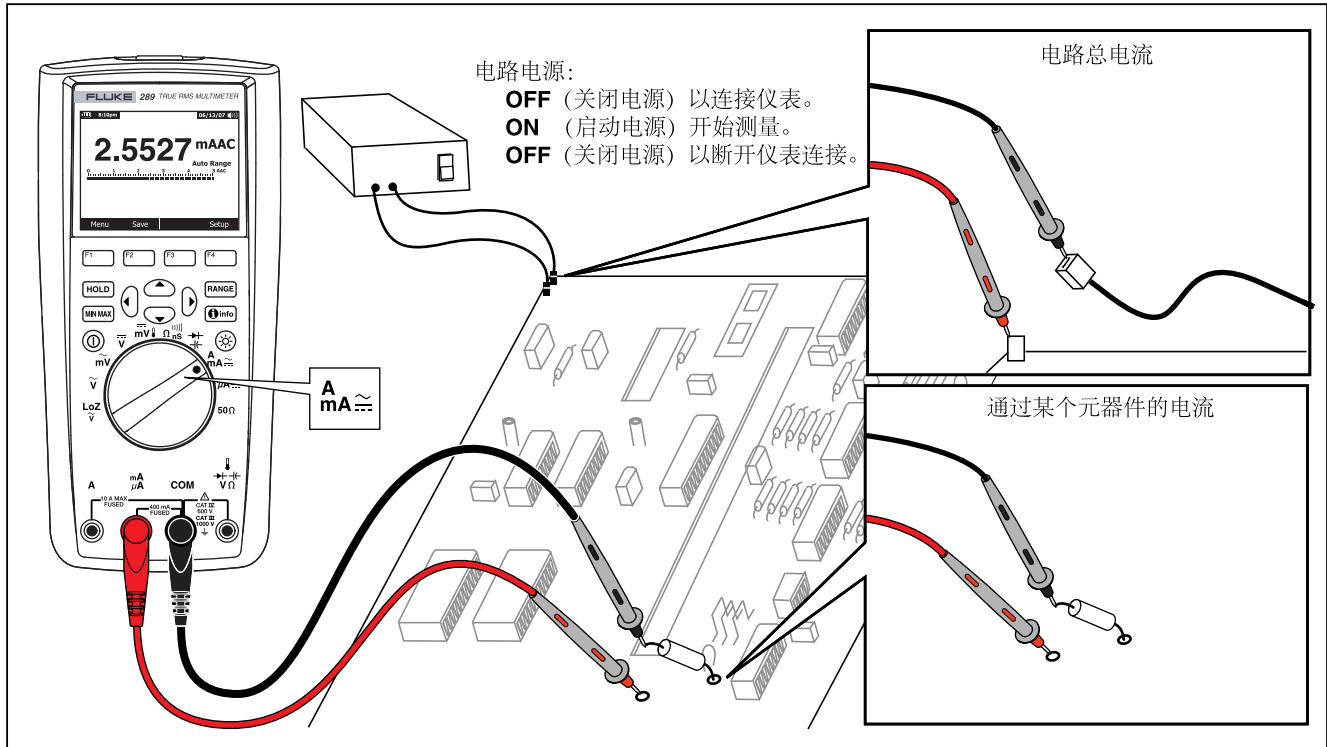

图 22. 电流测量电路连接
2. 如图 22 所示，打开待测电路通路。用红色探针碰触断开电路电位比较高的一端，用黑色探针碰触电位比较低的一端。把测试导线极性调换会产生负的读数，但不会损坏仪表。